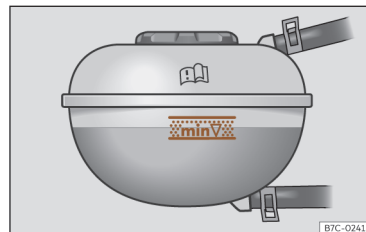

Fig. 209 No compartimento dianteiro:
- Com o motor a frio, verifique o nível do líquido de refrigeração nas marcas laterais do depósito de expansão >>> **Fig. 209**. O nível do líquido de refrigeração deverá encontrar-se entre as marcas.
- O nível do líquido de refrigeração deve encontrar-se dentro das marcas gravadas no depósito de expansão >>> **Fig. 209. Nunca exceda o limite superior da zona assinalada** >>> ⚠.
- Ao adicionar líquido de refrigeração, não exceda a borda superior da zona assinalada >>> **Fig. 209.** Caso contrário, quando a temperatura sobe, o líquido restante será expulso do sistema de refrigeração do motor e pode causar danos.